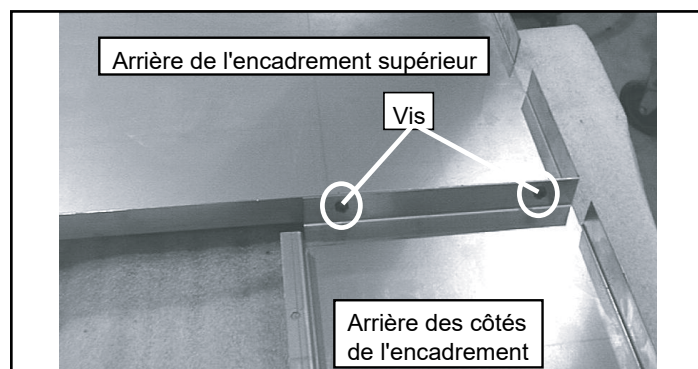

Figure 20.3
1. Fixez le panneau supérieur aux côtés de l'enceinte grâce aux vis fournies (**Figure 20.3**).